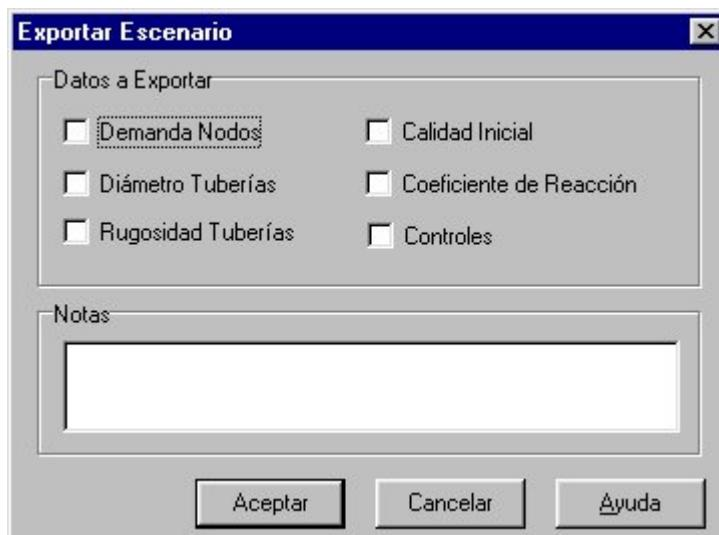

Figura 11.1 Exportar Datos.
2. En el cuadro de diálogo Exportación (Export Data) que aparece (ver Figura 11.1) selecciona el tipo de información que desea guardar.
4. Presione el botón **Aceptar** (OK) para terminar.
6. Presione **Aceptar** (OK) para completar la exportación.